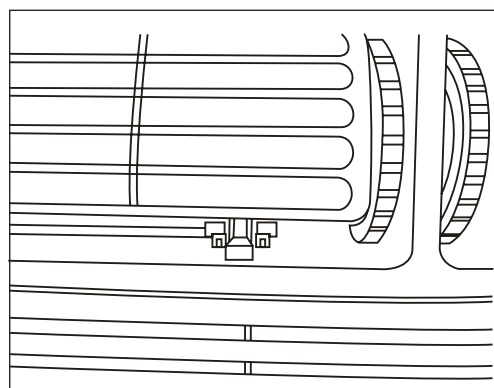

Figure 1 (ÉVENT FERMÉ)
1. faire recirculer l'air intérieur – événement fermé (voir Fig. 1)